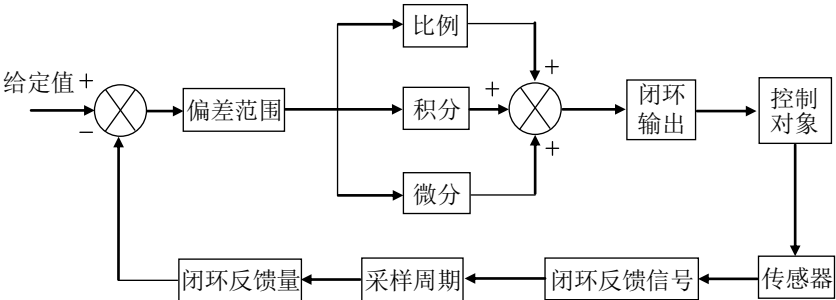

图 6-36 单一 PID 运行
- 当 FA-00=0 时，为单一 PID 运行，如图 6-36 所示：